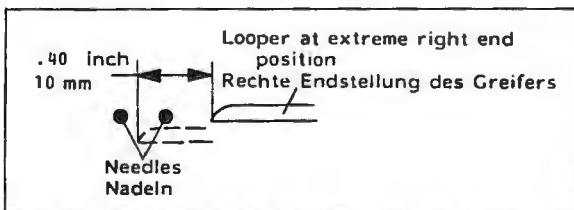

Fig.63B
5. Rotate the pulley counterclockwise until the looper has moved 10 mm (.400 in.) from right to left (Fig. 63B).
5. Drehen Sie die Handrad-Riemenscheibe im Gegenuhzeigersinn, bis sich der Greifer 10 mm von rechts nach links bewegt hat (Fig. 63B).